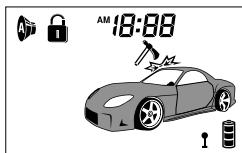

рис.4
- a) Тревога вызвана срабатыванием предупредительной зоны датчика удара или пред упредительной зоной дополнительного датчика(если установлен). Сирена издаст 3 «ЧИРПа», указатели поворотов вспыхнут 6 раз. Индикация LCD дисплея см. рис.4.